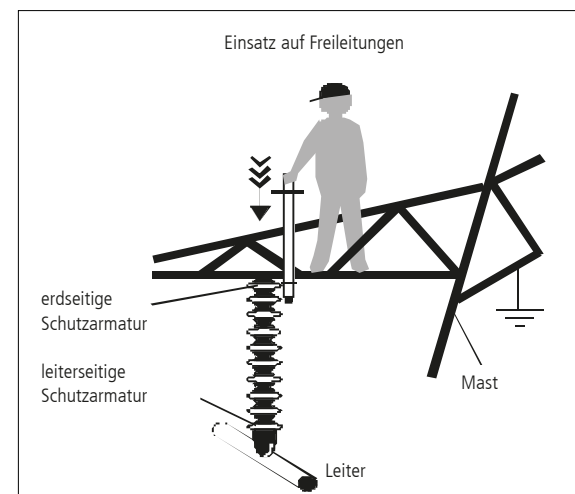

Bild 6: Anwendungsbeispiel, Masttraverse (ohne Verlängerungen)
4.5 Die Gebrauchslage kann beliebig gewählt werden (siehe Bild 6).
- 5.4 Zur Prüfung auf Spannungsfreiheit wird der Hochspannungsanzeiger mit seinem grünen Ring an die geerdete Schutzarmatur des Isolators gelegt, daß der Arbeitskopf des Hochspannungsanzeigers, wie z. B. in Bild 6 dargestellt, in Richtung des des zu prüfenden, am anderen Isolatorende befestigten Leiterseiles zeigt (Gerätelängsachse parallel zur Isolatorlängsachse). Steht der Leiter unter Spannung, so erhöht sich die intermittierende Anzeige/Meldung des optischen und akustischen Signals (Faktor 10).
held by the handle and used from a safe location so that the user maintains the required safety distance from all live parts of the installation (Fig. 6).